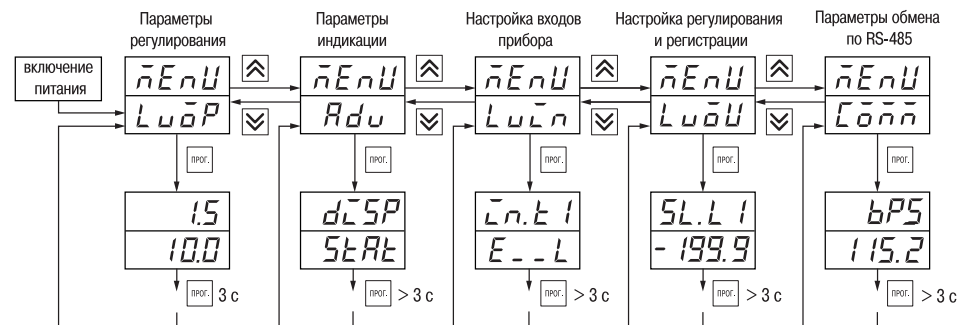

Рис. 19
7.1.2. Основные параметры прибора ТРМ202 объединены в 5 групп **LuōP**, **Rdu**, **Luċn**, **LuōU** и **Ĉōññ**, составляющие меню прибора (рис. 19). Полный список программируемых параметров приведен в Прил. Б.